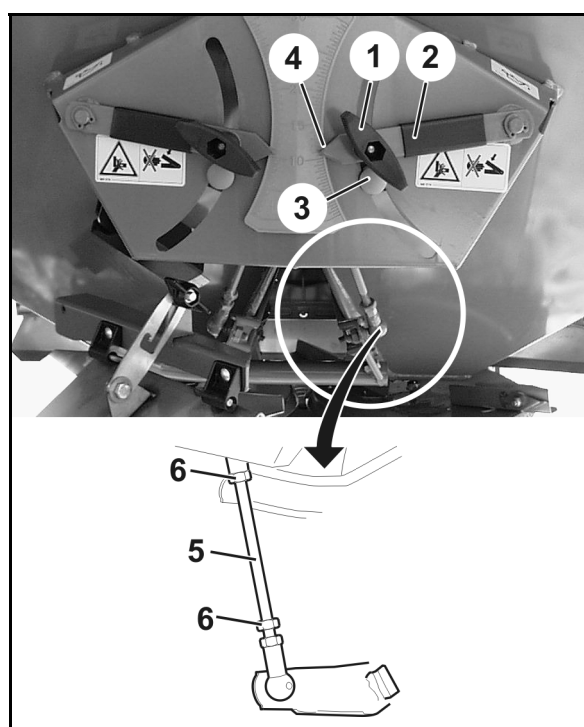

Рис. 98
Если это не так, измените соответствующим образом положение упора (Рис. 98/3) вращением соединительных штанг (Рис. 98/5):
6. Отверните контргайки (Рис. 98/6) соединительных штанг (Рис. 98/5).
7. Вращайте соединительную штангу до тех пор, пока упор (Рис. 98/3) не дойдёт до регулировочного рычага (Рис. 98/2).